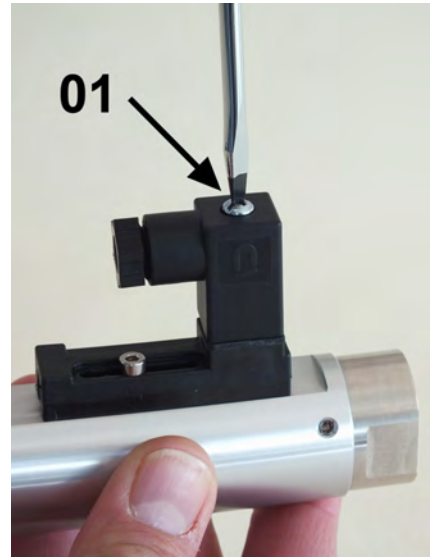

Abb. 53: Steckerdose lösen
- 1.** ▶ Mit einem Schlitzschraubendreher die Befestigungsschraube ( Abb. 53/01) der Steckerdose lösen